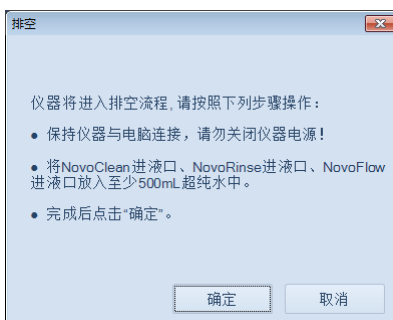

图2-7 NovoExpress 指示“排空”流程的对话框
- 2 在 NovoExpress 软件中，会弹出消息窗口，指示用户执行排空流程（如图 2-7）。请根据软件提示，在每个步骤中点击“确定”，进入下一步骤，直到最终完成流程。